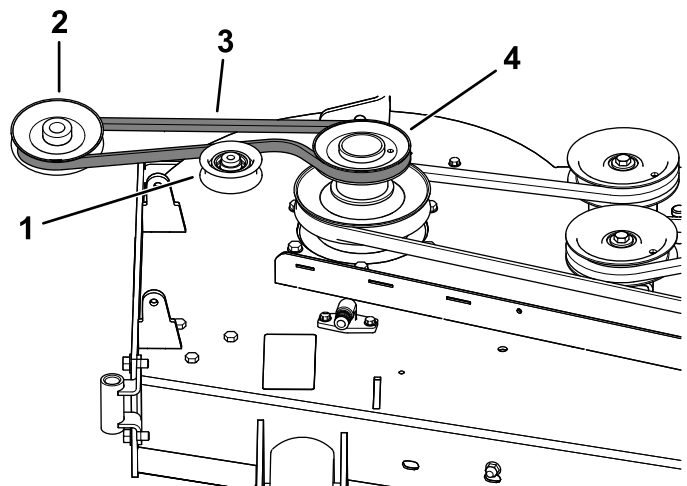
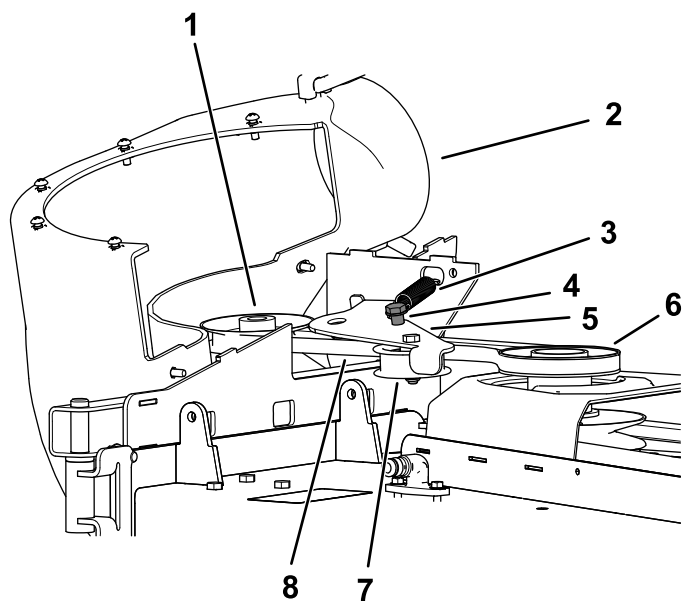

Figure 26
Figure 27
1. Si nécessaire, installez la courroie sur la poulie de ventilateur (Figure 26).
1. Chaussez la courroie sur la poulie de ventilateur (Figure 26 et Figure 27) ; voir 11 Montage du ventilateur (page 16).
3. Tirez sur la poulie de tension rappelée par ressort pour l'éloigner de l'ergot fixe et chaussez la courroie sur la poulie du plateau de coupe (Figure 27).
4. Acheminez la courroie autour de la poulie d'entraînement, comme illustré à la Figure 26 et la Figure 27.